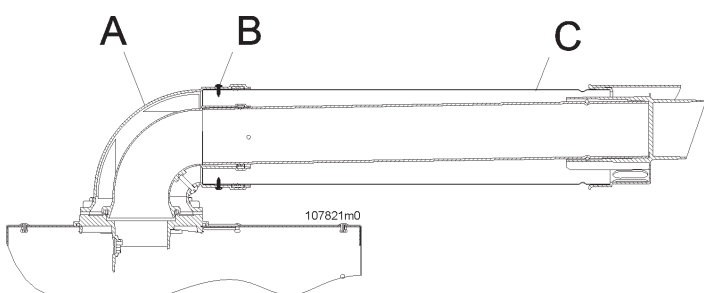

Figure 5-28 - Positionnement du conduit coaxial
**ATTENTION !!! Suivre scrupuleusement les phases d'installation du conduit coaxial comme illustré sur la Figure 5-28. Il faut en particulier:**